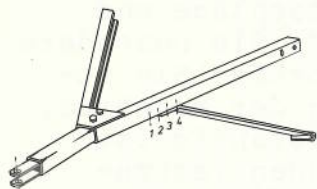

Abb. 5
3. Nach erfolgter Anhängung wird die Gelenkwellenfreiheit geprüft. Wenn nur wenig Platz zwischen Gelenkwelle und Deichsel ist, kann die Deichsel in ihrer Höhe viermal verstellt werden. (Abb. 5)